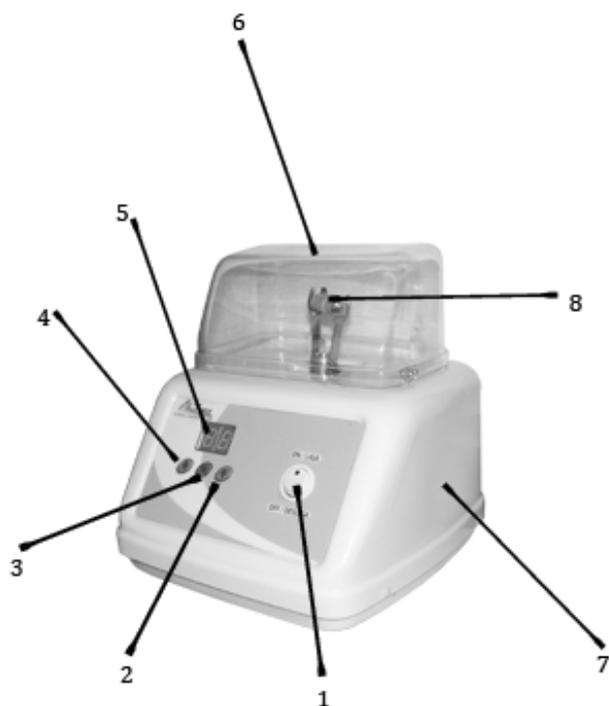

Fig. 01
- Para usufruir a garantia não remova nem danifique a etiqueta de identificação (13-fig.01).